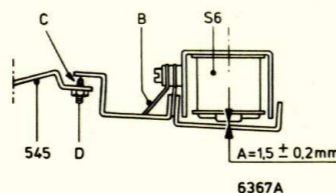

Fig. 47
**k. Electromagneet S6 (fig. 47)**